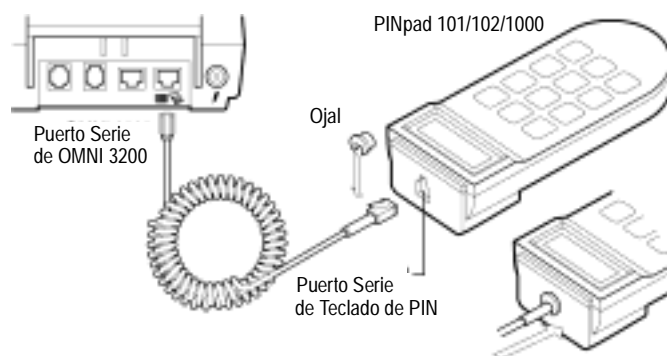
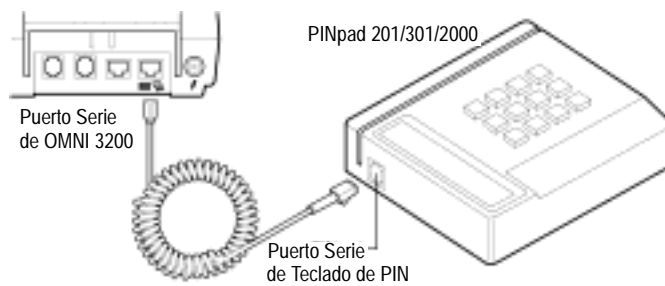

Figura 9 Conexión de PINpad 101/102/1000
Figura 10 Conexión de PINpad 201/301/2000
Para conectar un teclado de PIN al terminal OMNI 3200 (consulte la Figura 9 y la Figura 10):
2. Si instala un teclado de PIN modelo PINpad 101, PINpad 201 o PINpad 1000, coloque e inserte el ojal para sujetar la conexión del cable, tal como se muestra en la Figura 9.